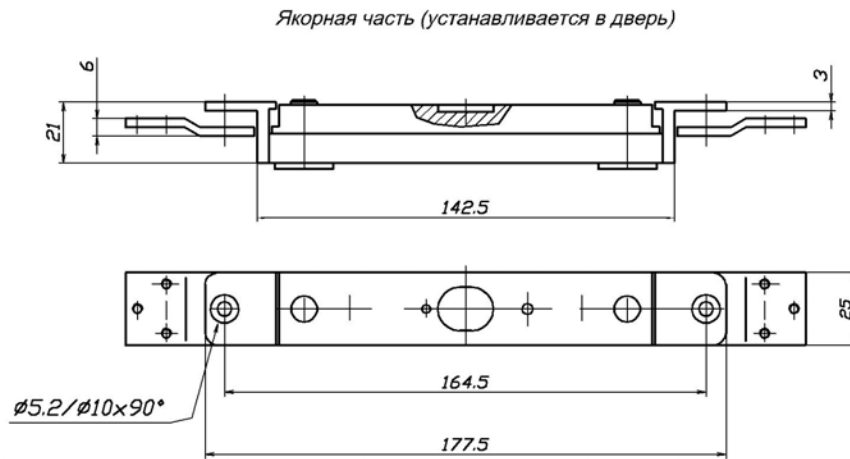

Рис. 2
- 5.2 Толщина двери должна быть не менее 35 мм. Симметрично кромкам двери выполняется гнездо шириной 26 мм и глубиной не менее 24 мм с учетом габаритно-установочных размеров якорной части (см. рис. 2, 3). Крепление в двери выполняется двумя саморезами длиной не менее 12 мм. Аналогичное гнездо шириной 25 мм выполняется в дверной коробке с учетом габаритно-установочных размеров корпусной части (см. рис. 4, 5). Расположение гнезд друг относительно друга в продольном направлении (т.е. вдоль длинной стороны якорной части) должно обеспечивать точность совпадения выступа на корпусной части и гнезда якорной части в пределах ± 2 мм. В поперечном направлении (т.е. перпендикулярно полотну двери) расположение гнезд должно обеспечивать гарантированный люфт закрытой двери, т.е. подвижная пластина якорной части должна свободно, не касаясь стенок гнезда двери, перемещаться в пределах своего рабочего хода. При этом не должно происходить защемление подвижной пластины из-за влияния уплотнения двери, деформации дверного полотна, неточной навески петель и других факторов создающих «отдачу» двери при закрывании.